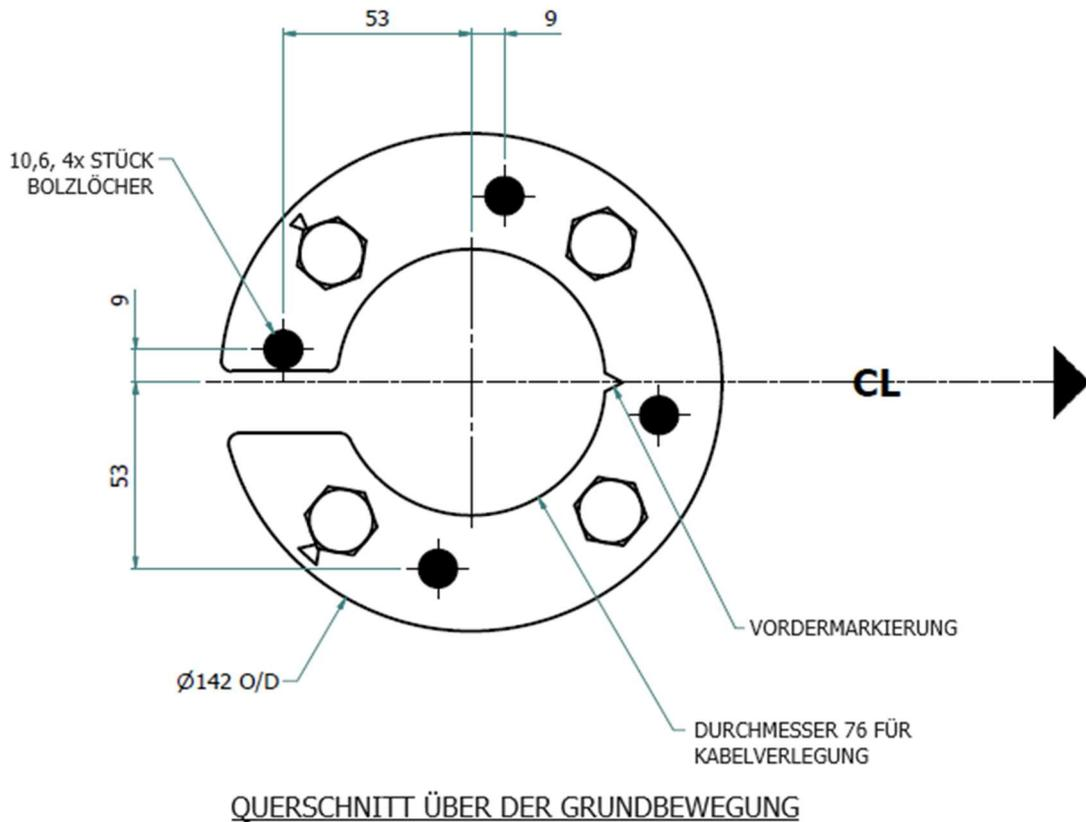

Abbildung 3: Positionierung des Basisrings und Befestigungsbohrungen
- 4.4. Platzieren Sie die Basisbefestigung auf dem Boden über dem Rohrdurchgang, wie in Abbildung 3: Positionierung des Basisrings und Befestigungsbohrungen gezeigt. Markieren Sie die Bohrlochpositionen für die Befestigungsschrauben wie angegeben.